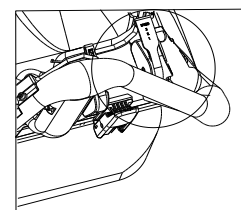

Fig. 14
1. Spostare la leva del cambio (lato destro) nella posizione corretta (1, 2 o 3) per inserire la marcia desiderata. (v. Fig. 14).